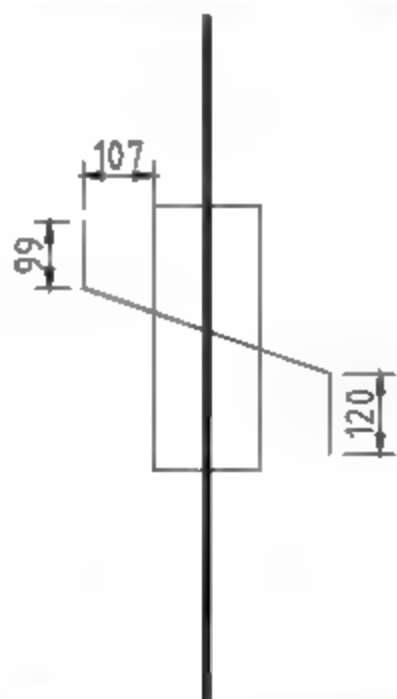

图9-112 绘制线段
**24** 调用L【直线】命令，结合【临时点捕捉】和【对象捕捉】功能，绘制直线，尺寸如图9-112所示。